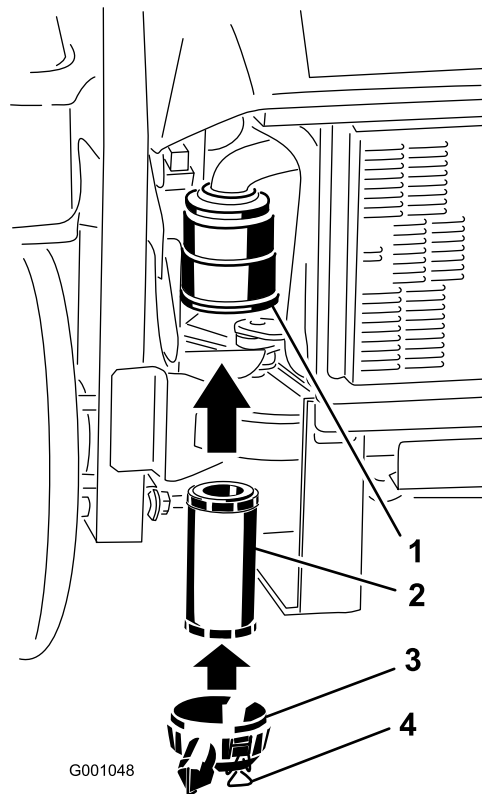

Figure 28
2. Insérez le filtre dans le corps avec précaution (Figure 28). Assurez-vous qu'il est bien engagé en appuyant sur le rebord extérieur.
3. Remettez en place et verrouillez le couvercle du filtre à air (Figure 28).